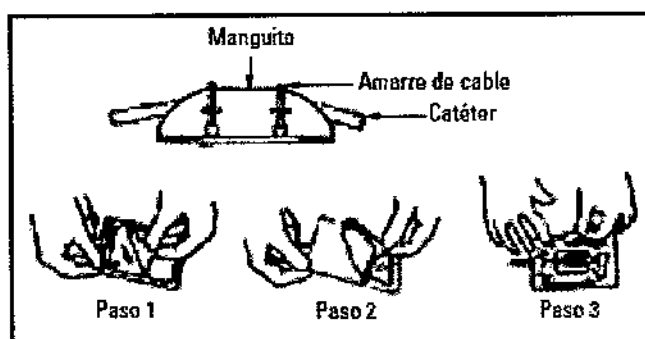

Figura 2. Fijación del catéter en el manguito de catéter Percufix
3. Inserte el catéter en el canal ranurado (consulte la Figura 2). Deslice un amarre de cable a través de cada ranura y ajústelo para fijar el catéter al manguito Percufix. Corte el amarre de cable sobrante y gire los amarres de cable dejando el borde cortado hacia el manguito. Pueden utilizarse suturas en lugar de amarres de cable.
4. Coloque el vendaje protector transparente sobre el lugar del estoma, el manguito del catéter y el catéter, dejando solo el conector expuesto, como sigue (consulte la Figura 2):